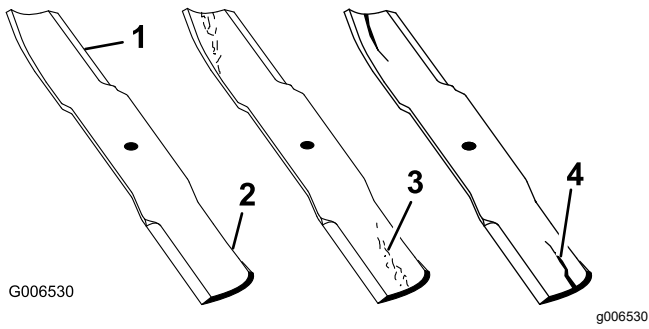

Figura 57
- Inspeccione as extremidades de corte (Figura 57).
- Se verificar quaisquer fissuras, desgaste, ou a formação de ranhuras nesta área instale imediatamente uma lâmina nova (Figura 57).